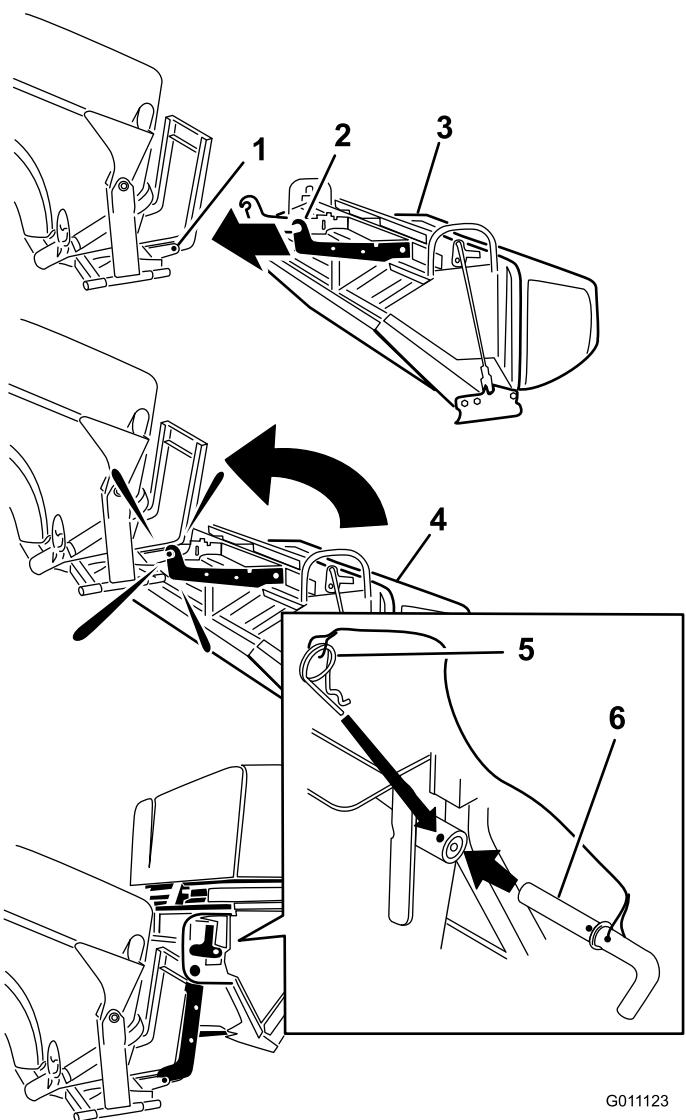

Figura 11
1. Posizionate l'insaccatrice verso il retro (Figura 11).
2. Infilate i ganci sulla staffa di fissaggio inferiore (Figura 11).
4. Allineate il foro nell'insaccatrice con la staffa di fissaggio superiore (Figura 11).
5. Installate il perno e fissatelo con la coppiglia su entrambi i lati (Figura 11).